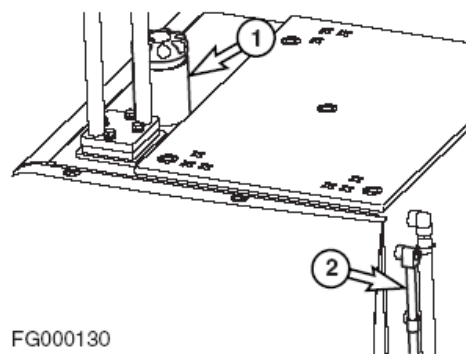

Рис. 20
1. В конце каждого рабочего дня следует заполнять топливный бак. Добавлять топливо следует через трубу заливной горловины топливного бака (1, рис. 20). Если работа выполняется при температуре 0°C или выше, применять ASTM № 2-D или аналог. При температуре ниже 0°C (32°F) использовать стандарт ASTM № 1-D или его аналог.
3. Проверить уровень топлива в баке по показаниям смотрового указателя (2, рис. 20).